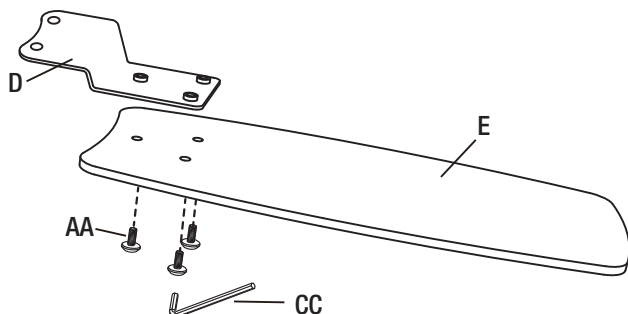

Figura 7
- Monte los soportes de las aspas (D) en las aspas del ventilador (E) utilizando los tornillos hexagonales e instálelos con la llave Allen proporcionada (3 tornillos por asa) (Figura 7).